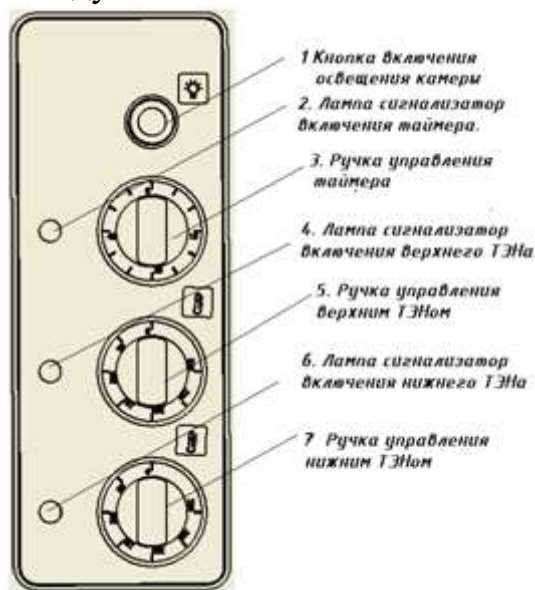

Рисунок 3
5.6. На духовке с правой стороны расположена панель управления (рис.3), где расположены ручки управления верхним и нижним ТЭНам, ручка управления таймером, сигнальные лампы, кнопка включения освещения камеры.
- 8.6. Перед приготовлением пищи духовку необходимо прогреть. Для этого ручку терморегулятора установить на температуру 150-180°C. Включение верхних и нижних нагревателей духовой камеры производится двумя соответствующими ручками (см. рис.3,4) расположенными на панели управления духовкой. По достижении установленной температуры терморегулятор отключает нагреватели, о чем свидетельствует первое отключение сигнальной лампы. При приготовлении пищи необходимо уточнить рекомендуемую температуру и при последующем приготовлении терморегулятор можно установить на более высокую или низкую температуру, если качество первой было неудовлетворительным.
- 8.7. При выпечке для удобства можно использовать таймер. Для включения таймера нужно повернуть ручку управления таймера поз.3 рис3 или поз. 4 рис.4 по часовой стрелке до нужного времени выпечки, при этом загорится лампа сигнализатор включения таймера поз.2 рис.3 или поз.3 рис.4, по истечении установленного